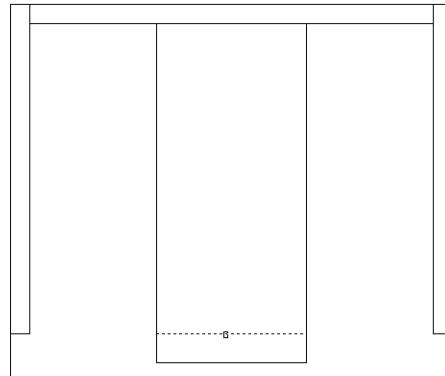

Рис. 2.22 ▼ Верхняя горизонтальная линия контура паза выбрана в качестве секущего ребра
7. Снова запустите инструмент **Обрезать** (Trim) и выберите в качестве секущего ребра только что созданную верхнюю горизонтальную линию контура паза (рис. 2.22).